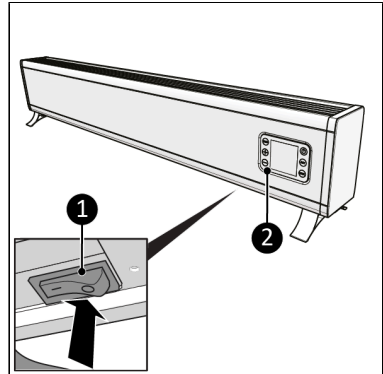

Abbildung 45.
2. Stellen Sie sicher, dass sich der EIN/AUS-Schalter in der AUS-Position befindet (Abbildung 45, Pos. 1).
3. Stecken Sie den Netzstecker (Abbildung 45, Pos. 2) in eine leicht zugängliche geerdete Steckdose. Verwenden Sie eine geerdete Steckdose mit einer Mindestleistung von 1000-1500-200-2500 Watt.